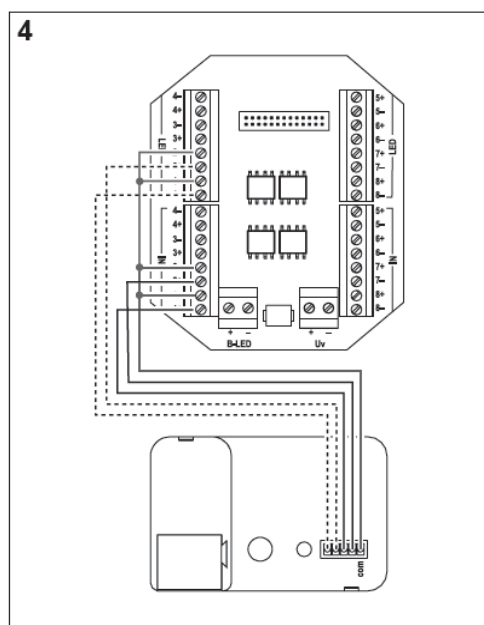

Bild 4
- Leitungen der Ausgänge **A1** und **A2** in die Klemmen **1+** und **2+** des **LED**-Klemmenblocks am Adapter führen (Bild 4) und Schraubklemmen anziehen.
- Leitungen der Eingänge **E3** und **E4** in die Klemmen **1+** und **2+** des **IN**-Klemmenblocks am Adapter führen (Bild 4) und Schraubklemmen anziehen.